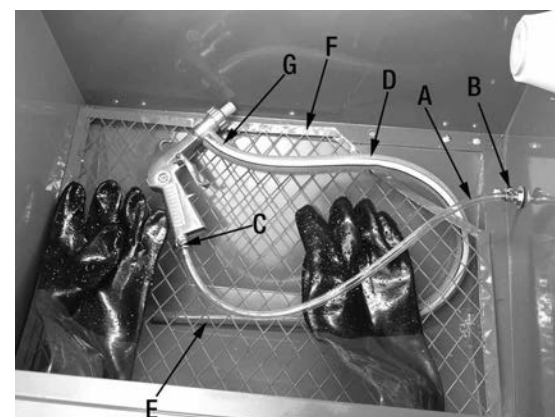

FIGURE 2
- 2) À partir de l'intérieur du cabinet, installez le petit boyau d'air clair (A) Fig.2 sur l'entrée d'air (B). Fixez le boyau d'air à l'entrée d'air en utilisant l'un des colliers de serrage.
- 3) Fixez l'autre extrémité du boyau d'air (A) Fig.2 à la petite ouverture du fusil de sablage (C). Fixez le boyau d'air au fusil à l'aide de l'autre collier de serrage.
- 4) Glissez le grand boyau d'abrasif (D) Fig.2 sur le tuyau collecteur d'abrasif (E). Placez le tuyau collecteur sous le grillage (F) du cabinet, ensuite branchez l'autre extrémité du grand boyau (D) à la grande ouverture (G) du fusil de sablage.
- 3) Sans créer un grand nuage de poussière, videz lentement jusqu'à 10 lbs d'abrasifs dans le cabinet, en veillant à ce que l'abrasifs recouvrent le tuyau collecteur (E) Fig.2.